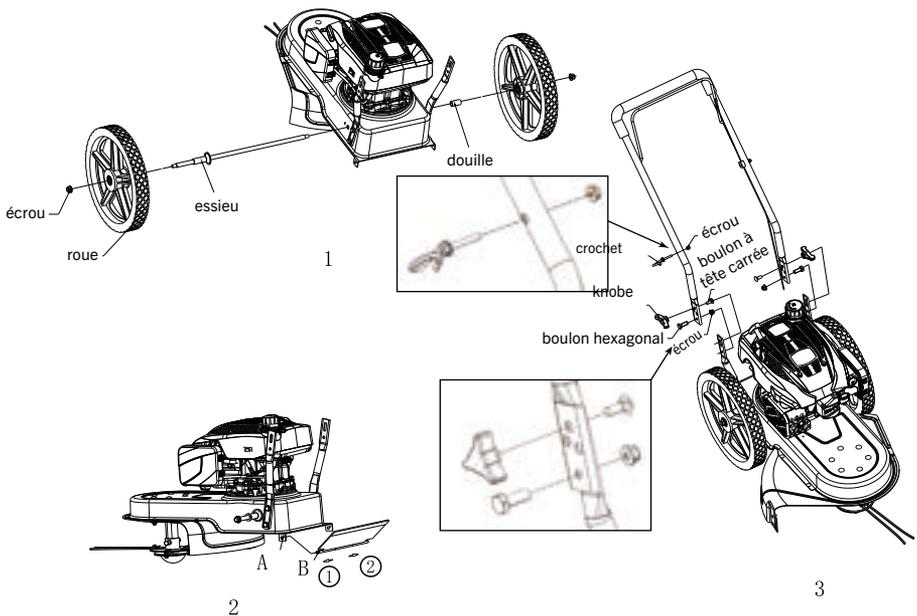

Figure 3-1.
2. Assemblage des ailes alignez A et B puis procédez à l'étape ①② ;
3. Assemblage de la poignée. Voir la Figure 3-1.